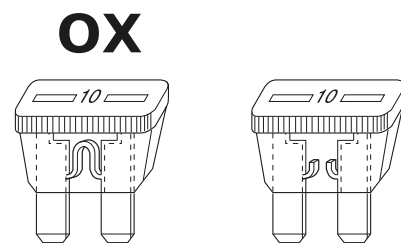

Figura 108
1. Los fusibles en la caja de fusibles se usan para proteger diferentes componentes eléctricos circuitos y sus componentes de que se dañen, siendo dañados. Ver Figura 108. Los fusibles usados son fusibles de tipo automotriz estándar.